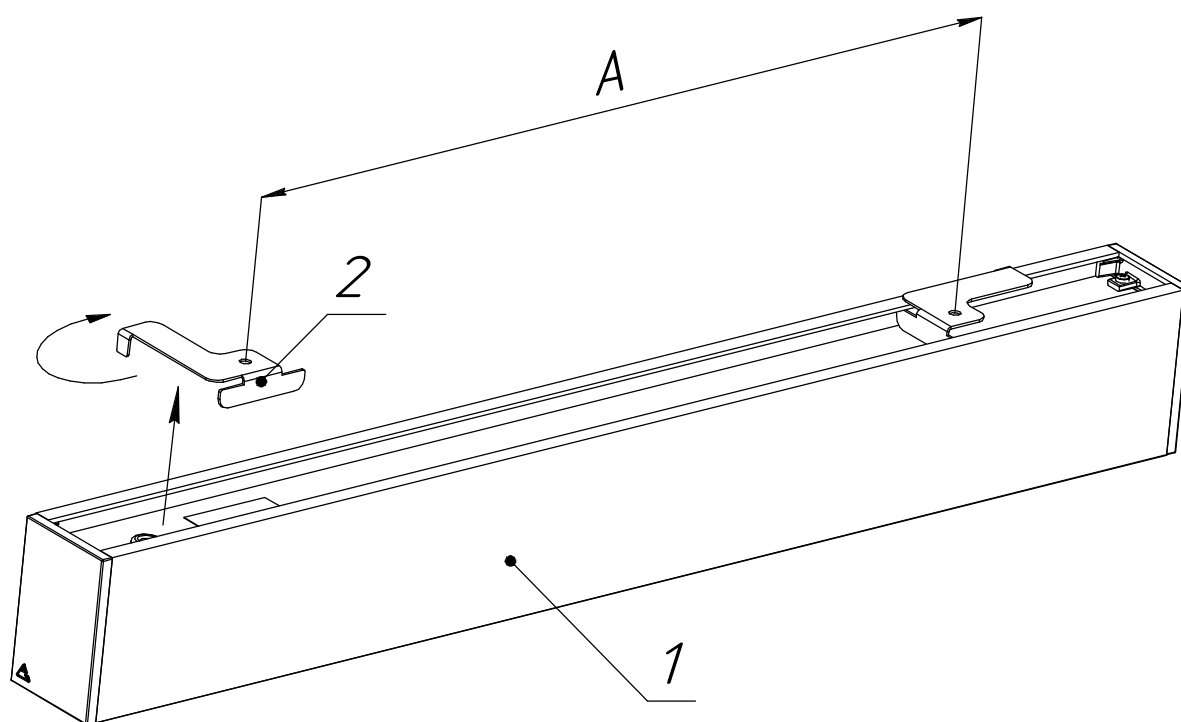

Рисунок 2 - Схема крепления светильника к потолку:
5.3. **Установка светильника на потолок (см. рисунок 2):**